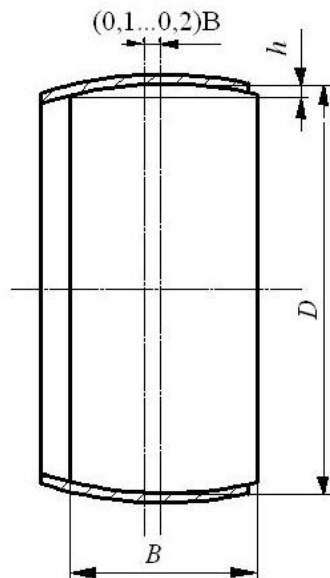

Рис. 1. Шкив с выпуклым ободом
*Форма обода пильных шкивов.* У ленточнопильных станков, работающих с узкими пильными лентами, ободы пильных шкивов имеют цилиндрическую форму. При использовании пил с гибким телом и твердым зубом и пил с закаленным полотном ободы делаются бочкообразной формы для центрирования пилы на шкивах (рис. 1).